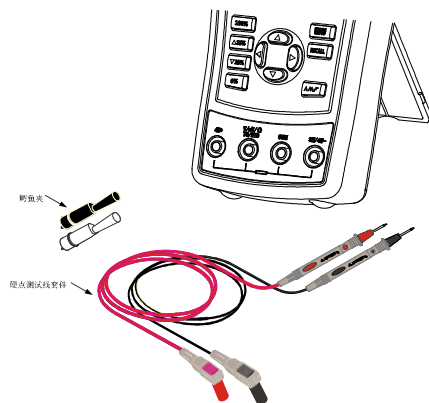

图 9.1-1
- 硬点测试线 1 副，如图 9.1-1 所示
- 鳄鱼夹 1 对，如图 9.1-1 所示